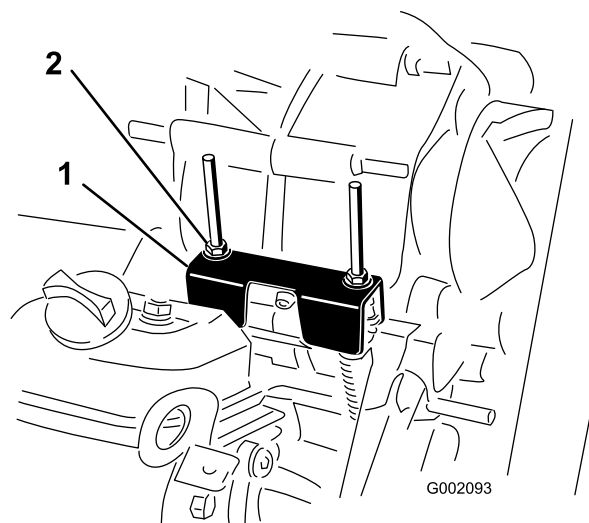

図 28
定期整備を行う時やエンジンの故障診断を行う時には、トランスアクスルをニュートラルにシフトしておく必要があります(図 28)。トランスアクスルをニュートラル位置にするにはシフトレバーを操作します。以下の操作を行って、ニュートラルでシフトレバーが正常に機能することを確認してください:
2. ニュートラル・ブラケットがニュートラル位置(シフトブラケットの下にあるケーブル取り付けブラケットと面一になっている)ことを確認する(図 28)。
3. ロックナット(図 28)のうちの1個を締め付けて、0.76-1.52 mm のすきまを作る。